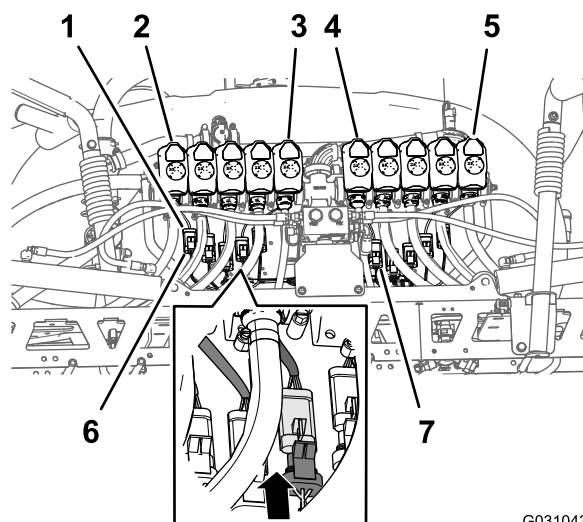

Figura 106
- Disponete i connettori a 3 prese della diramazione del cablaggio preassemblato da 203 cm indicati da **Valvola dell'ugello 1 a Valvola dell'ugello 5** dietro al supporto a 10 valvole e sotto alle valvole degli ugelli da 1 a 5 (Figura 106).
- Disponete i connettori a 3 prese della diramazione del cablaggio preassemblato da 203 cm indicati da **Valvola dell'ugello 6 a Valvola dell'ugello 10** dietro al supporto a 10 valvole e sotto alle valvole degli ugelli da 6 a 10 (Figura 106).
3. Collegate il connettore della presa a 3 pin del cablaggio preassemblato posteriore indicato come **Ugello 1** al connettore a 3 pin del cablaggio della valvola dell'ugello 1 (Figura 106).
4. Ripetete il passaggio 3 nelle posizioni delle valvole degli ugelli da 2 a 10 (Figura 106).